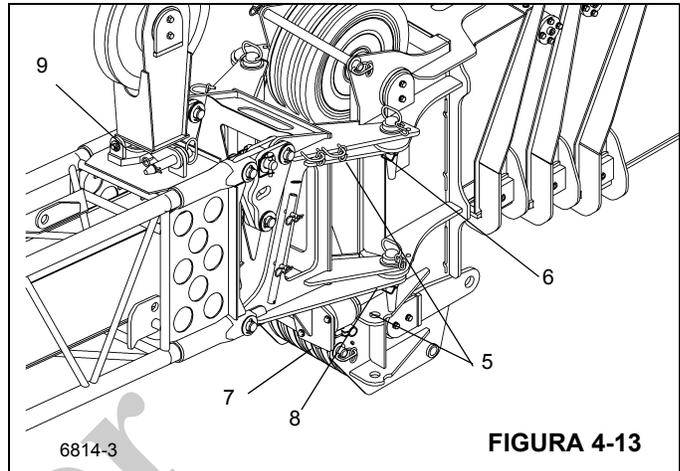

FIGURA 4-13
8. Eleve y/o baje la pluma ligeramente para ayudar a controlar la extensión de la pluma. Utilice la cuerda amarrada a la parte superior de la extensión de pluma para girar la extensión delante de la punta de la pluma, enganchando los adaptadores de fijación (5) en los adaptadores de anclaje del lado izquierdo de la punta de la pluma (Figura 4-13).
9. Instale el pasador de fijación (6) del lado superior izquierdo y la pinza de retención en los adaptadores superior de anclaje y de fijación de la punta de la pluma (Figura 4-13).
10. Extienda el gato de alineación (7) de la extensión de la pluma hasta alinear el lado inferior izquierdo de la punta de la pluma con las orejetas de la extensión de pluma.
11. Instale el pasador de fijación (8) del lado inferior izquierdo y la pinza de retención en los adaptadores inferior de anclaje y de fijación de la punta de la pluma.
13. Alivie la presión del gato de alineación (7) de la extensión de la pluma (Figura 4-13).
14. Instale el conjunto del mástil (9) en posición vertical usando el pasador de bloqueo.
4. Retire el pasador de retención del conjunto del mástil y el pasador que fija el mástil en la posición vertical (9). (Figura 4-13) Ponga el conjunto del mástil en la posición de almacenamiento. Inserte los pasadores que fijan el mástil a la sección de base.
10. Extienda el gato de alineación (7) (Figura 4-13) de la extensión de pluma hasta que el pasador de fijación inferior izquierdo (8) quede libre. Retire el pasador de pinza inferior izquierdo y el pasador de fijación.
12. Retire el pasador de fijación (6) del lado superior izquierdo y el pasador de pinza de los adaptadores superior de anclaje y de fijación de la punta de la pluma.